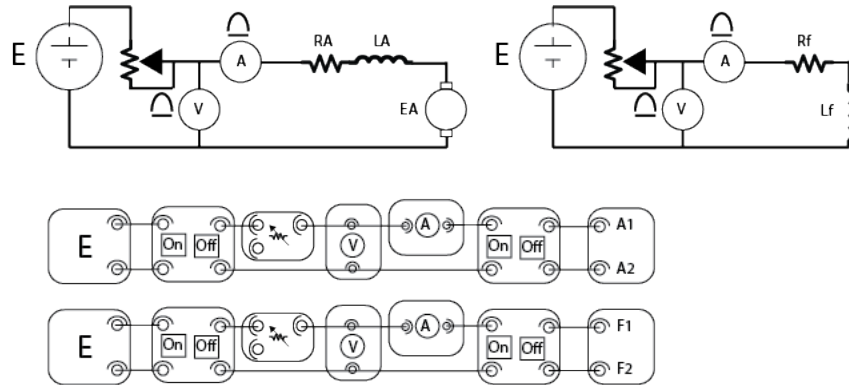

Figura 2: Diagrama de conexión pruebas de resistencias internas
1. Lo primero será, hallar las resistencias internas de campo y armadura por lo que se realizarán las conexiones como en la figura 2.